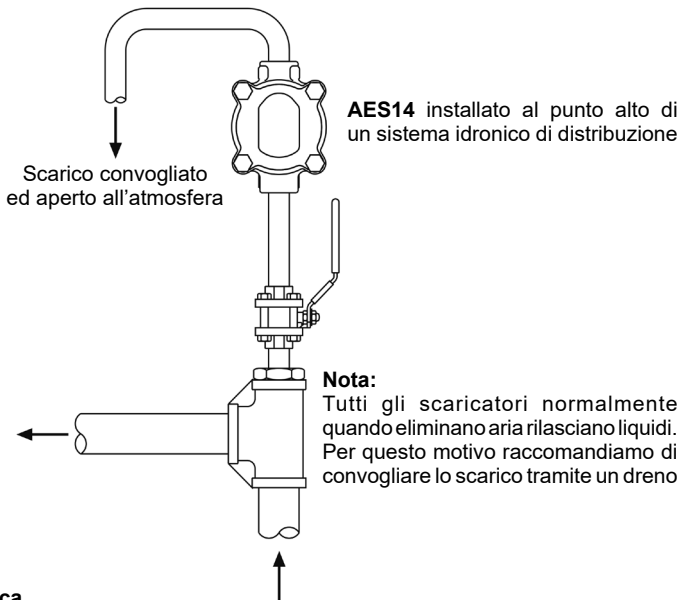

Fig. 2 - Applicazione tipica
- 3.5** L'eliminatore d'aria dovrà essere montato sopra al punto di presa dell'impianto e con la leva del galleggiante disposta su un piano orizzontale in modo che il meccanismo possa muoversi liberamente secondo un piano verticale; assicurarsi che la marchiatura "TOP" risulti così posizionata in alto. A causa delle modalità di funzionamento, tutti gli eliminatori automatici d'aria possono gocciolare durante lo scarico dei gas; ciò è perfettamente normale ed è causato da trascinalenti indotti dal flusso. Per questa ragione si raccomanda di canalizzare lo scarico verso un punto di drenaggio ed a mezzo di apertura all'atmosfera. Per consentire questa applicazione, l'uscita è dotata di una filettatura maschio ¼" gas o NPT. Per un'applicazione tipica, vedere la Fig. 2.